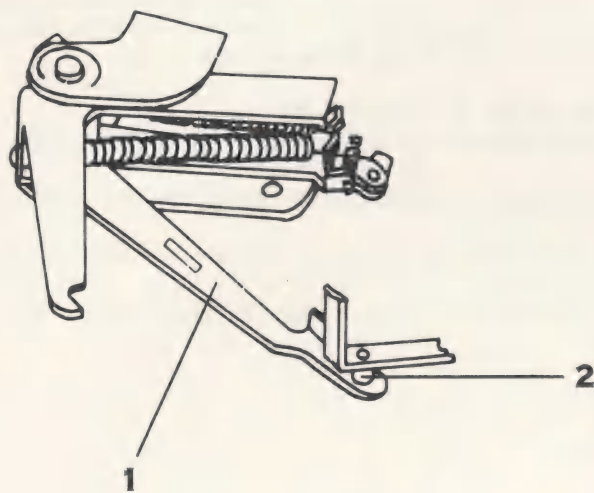

FIG. 3.1
DEMONTAGE (FIG. 3.1)
Der Vorschubarm E3-2 (pos. 5) ist ausser Eingriff mit dem Wagen Y (pos. 1) zu bringen, indem man den Arm nach unten und nach der einen Seite drückt (siehe event. Fig. 3.1).